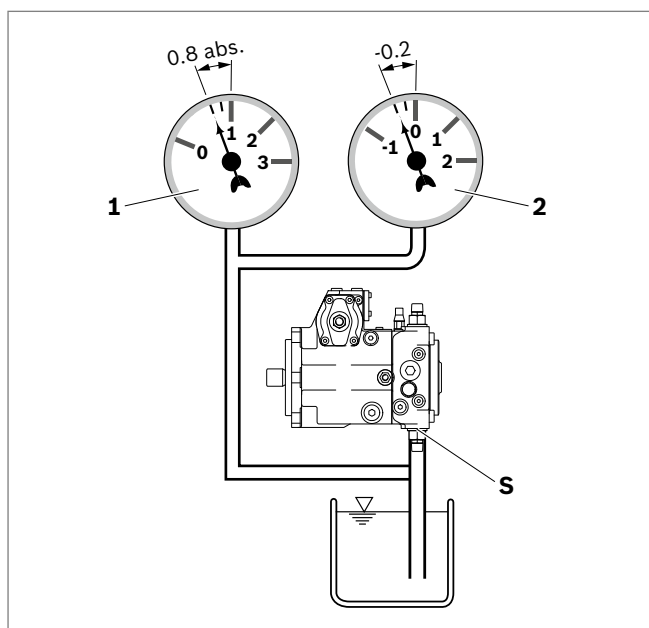

Fig. 9: Pressione di aspirazione
- Accertarsi che, in tutte le disposizioni e posizioni di montaggio in esercizio, nella pompa a pistoncini assiali sia presente una pressione di aspirazione minima pari a 0.8 bar assoluti all'attacco **S**: (in caso di avvio a freddo 0.5 bar assoluti), vedere Fig. 9. Per ulteriori valori, vedere la scheda tecnica.